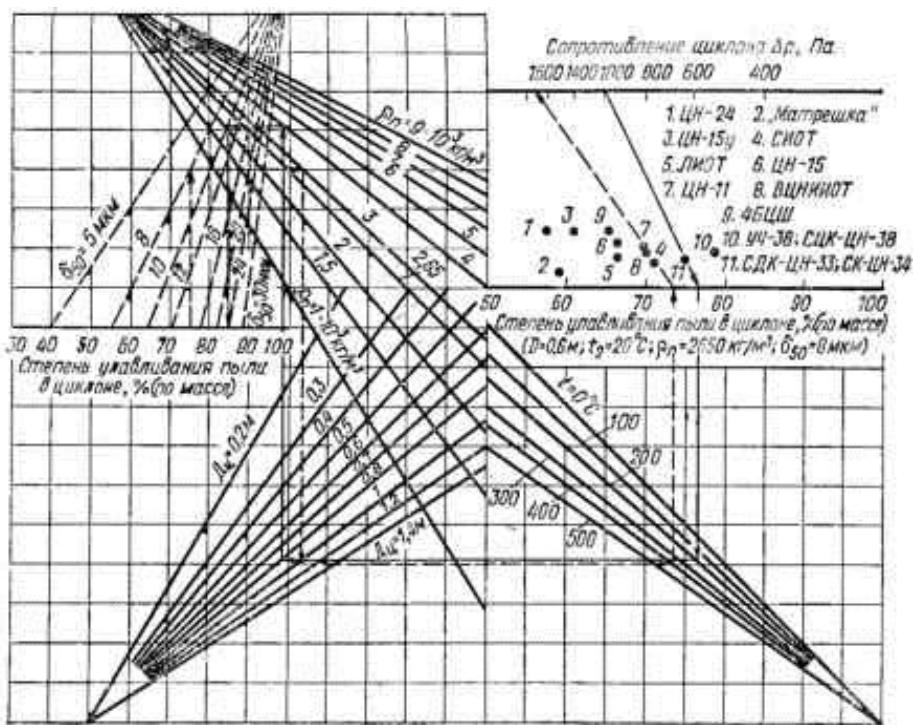

Рис.1. Номограмма для определения эффективности циклона
**Задача 1.** Определить эффективность циклона типа СДК-ЦН-33 (циклон), по номограмме (рис.1), при следующих условиях: гидравлическое сопротивление циклона  $\Delta P$ , Па; средний медианный размер пыли  $d_{50}^T$ , мкм; плотность пыли  $\rho$ , кг/м3; диаметр циклона  $D_u$ , м; температура очищаемого газа  $t$ , °C (числовые данные представлены в табл.1).
**Задача 2.** Определить, каким будет гидравлическое сопротивление циклона, по номограмме (рис.1), при следующих условиях: требуемая эффективность улавливания  $\xi$ , %; средний медианный размер пыли средний медианный размер пыли  $d_{50}^T$ , мкм; плотность пыли  $\rho$ , кг/м3; диаметр циклона  $D_u$ , м; температура очищаемого газа  $t$ , °C (числовые данные представлены в табл.2).